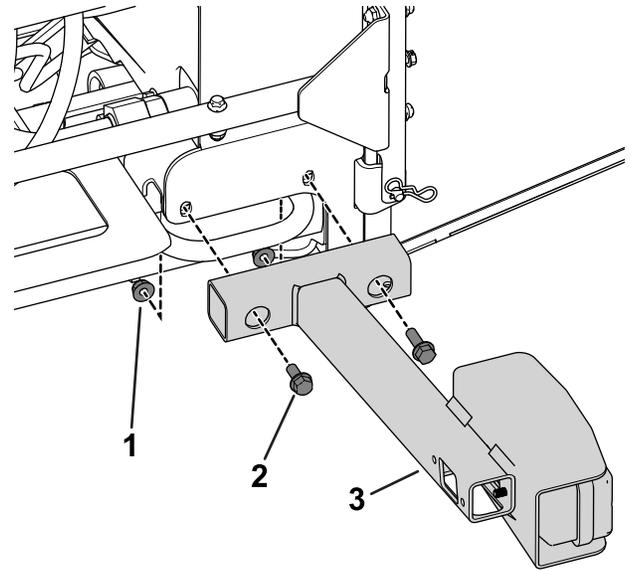

Figure 8
B. Avec 4 boulons (5/16" x 3/4") et 4 écrous (5/16"), fixez les supports des feux aux cadre du radiateur (Figure 8).